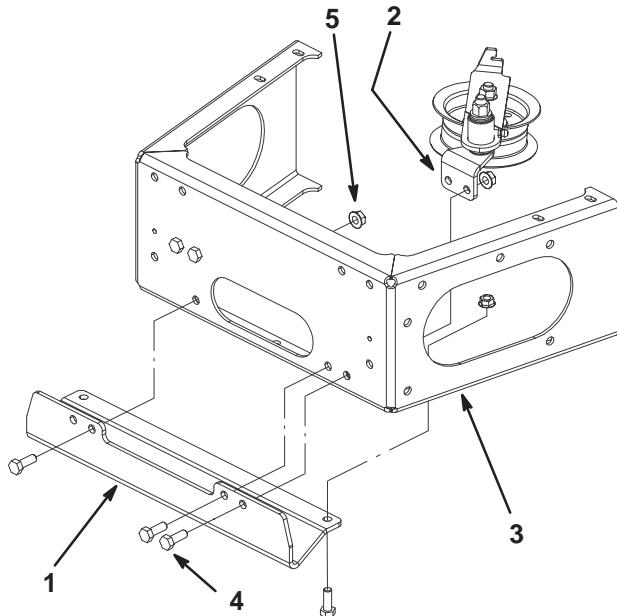

Figure 9
- Montez la plaque de protection et le support de la poulie de tension sur le pare-chocs arrière à l'aide de 3 boulons (5/16 x 7/8 pouce) et 3 écrous à collerette (5/16 pouce) (Fig. 9).
- Montez la plaque de protection au bas du pare-chocs arrière à l'aide de 2 boulons (5/16 x 7/8 pouce) et 2 écrous à collarette (5/16 pouce) (Fig. 9).